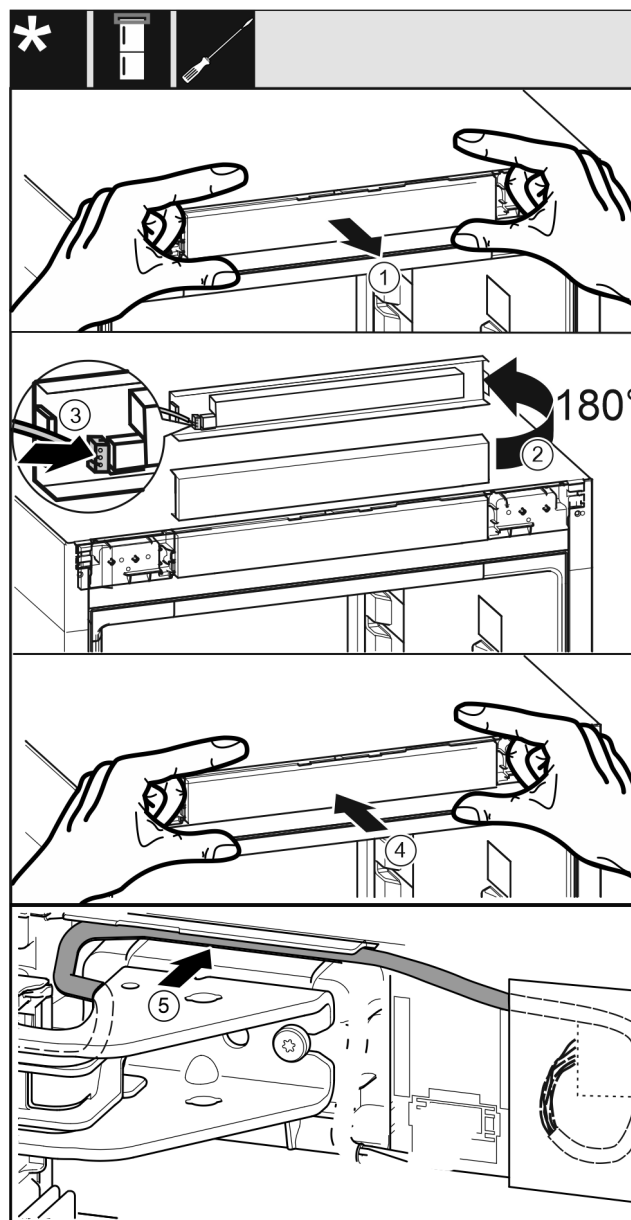

Fig. 62
- 小心地取出控制面板 Fig. 62 (1)。
- 将控制面板 Fig. 62 (2)向上旋转 180°。
- ▶ 将插头 Fig. 62 (3) 卡紧在控制面板上。
- ▶ 将控制面板 Fig. 62 (4) 重新卡紧在冰箱上。
- ▶ 将电缆 Fig. 62 (5) 通过上方托架小心地放置到导向装置中。